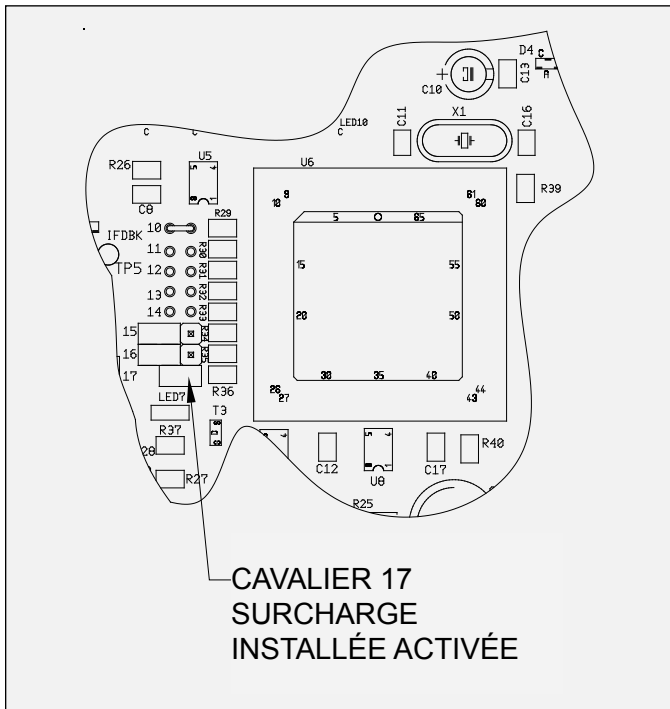

Figure 11 : Emplacement de cavalier -
2. Placer le cavalier sur les deux (2) broches à l'emplacement 17 de la carte de circuit imprimé principale (voir Figure 11).